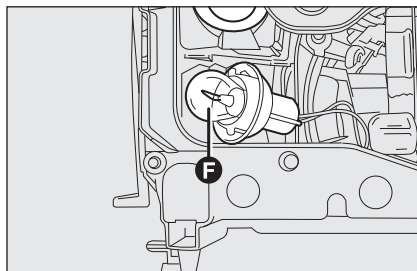

fig. 24
- ☐ saque la lámpara fundida **F**-fig. 24 e introduzca la lámpara nueva;